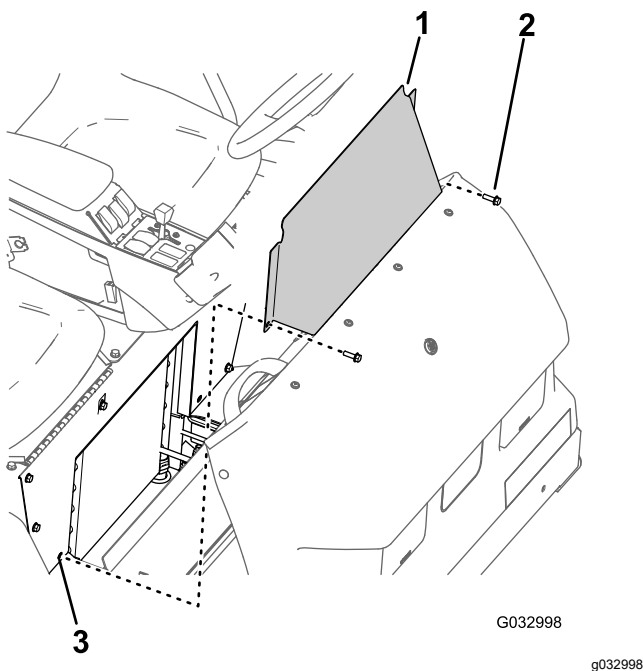

图 65
1. 拆下将座椅底座检修门固定至座椅底座的 2 个凸缘头螺栓图 65。
1. 将座椅底座检修门上的孔与座椅底座上的孔对齐图 65。
2. 使用卸下座椅底座检修门 (页码 46)的步骤 1 中拆下的 2 个凸缘头螺栓图 65将座椅底座检修门组装到座椅底座上。
2. 从机器上卸下座椅底座检修门图 65。